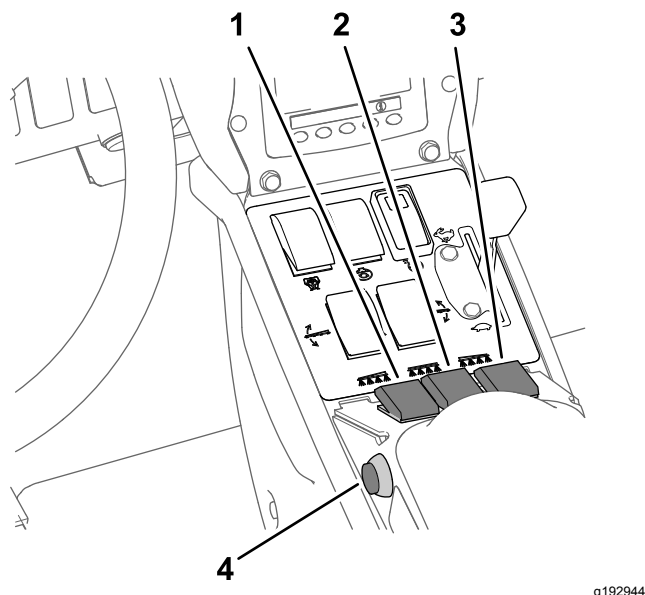

Figure 41
7. Placez le(s) interrupteur(s) de section en position ACTIVÉE (Figure 41).
10. Conduisez à la vitesse voulue, puis réglez la commande générale des sections en position MARCHÉ pour commencer la pulvérisation (Figure 41).
3. Placez la commande générale des sections en position ARRÊT; voir Figure 41 sous Pulvérisation en mode débit d'application (page 37).
7. Placez les interrupteurs des sections individuelles en position ACTIVÉE; voir Figure 41 sous Pulvérisation en mode débit d'application (page 37).
9. Conduisez à la vitesse voulue puis réglez la commande générale en position MARCHÉ pour commencer la pulvérisation; voir Figure 41 sous Pulvérisation en mode débit d'application (page 37).